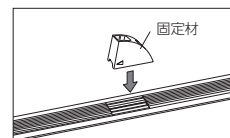
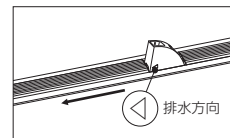

図5
図6
③ 側面に表記している「◁」が流水下部（排水溝の方向）を指すようにして、取付け位置に押込み、指圧で圧着してください。（図5・図6）